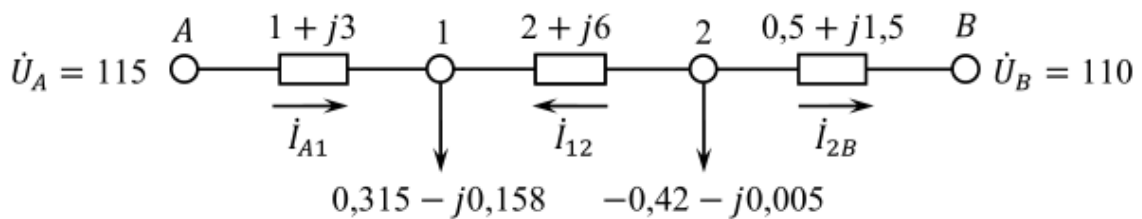

Рис. 4.5. Схема замещения сети
**Задача 7.** Определить токи в ветвях сети линии с двухсторонним питанием с разными напряжениями по концам передачи:  $U_A = 115$  кВ,  $U_B = 110$  кВ. Схема замещения сети приведена на рис. 4.5, токи указаны в килоамперах, сопротивления — в омах.